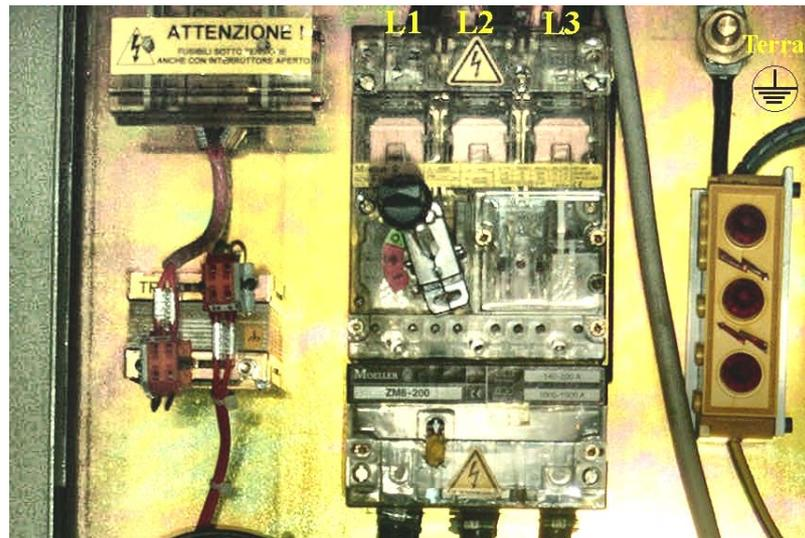

Figura 7.4.1: esempio di interruttore generale
Collegare, per tutti gli impianti descritti, i cavi della rete e il cavo di terra rispettivamente ai morsetti *L1*, *L2*, *L3* dell'interruttore magnetotermico generale (*IAL*) **rispettando il senso ciclico delle fasi** ($L1=R$, $L2=S$, $L3=T$) ed al morsetto contrassegnato con il simbolo della *terra*, presenti sul pannello elettrico del generatore – figura 7.4.1
8. Controllare il manometro posto sul gruppo di raffreddamento: se il collegamento elettrico e quindi il senso di rotazione della pompa sono corretti si dovrà leggere una *pressione compresa tra 2 e 4 bar*. In caso diverso, disinserire tutti gli interruttori precedentemente attivati e procedere all'inversione di due delle tre fasi principali tra di loro (*L1, L2, o L1, L3 oppure L2, L3*) e ripetere la procedura – figura 7.4.1